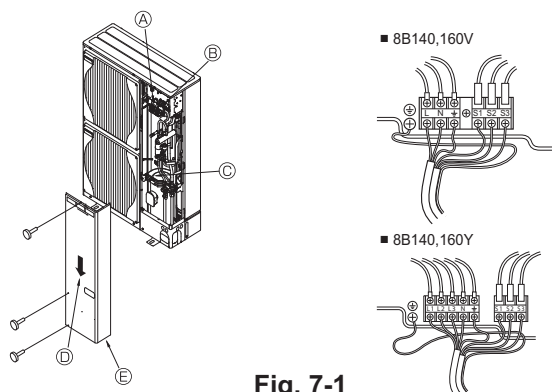

Fig. 7-1
### 7.1. Unità esterna (Fig. 7-1)
- ① Rimuovere il pannello di servizio.
- ② Cablare i cavi facendo riferimento alla Fig. 7-1.